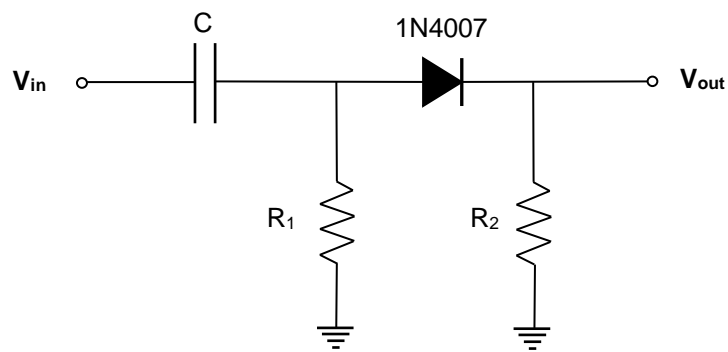

Figura 3 Circuito rivelatore di fronti di salita/discesa.
- montare il circuito di **Figura 3** con $C=0.1 \mu F$ e $R_2=1 k\Omega$. Alimentare con un'onda quadra di frequenza 100 Hz e tensione $V_{PP}=10 V$;